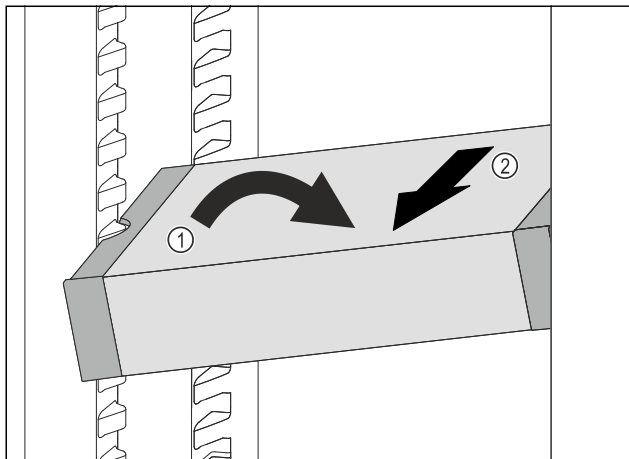

Fig. 132
- ▶ Stil VarioSafe på skrå ind i kølesektionen. Fig. 132 (1)
- ▶ Tag VarioSafe ud fremefter. Fig. 132 (2)